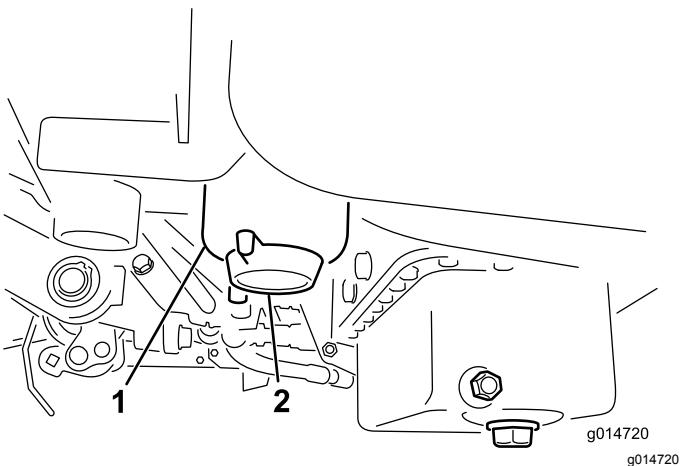

Figura 26
3. Abra o tampão de drenagem no filtro de combustível aproximadamente uma volta e drene qualquer água acumulada (Figura 26).